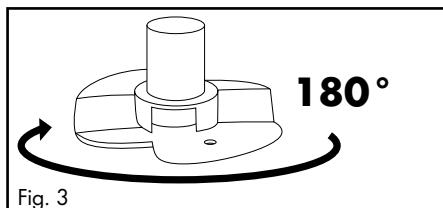
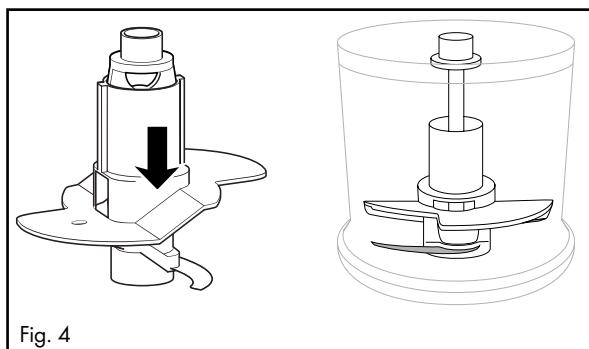

Fig. 3
Fig. 4
- Pentru 200 ml de frișcă rotiți discul de emulsificare **6** orizontal la 180° (fig. 3), astfel încât acesta să nu se mai sprijine decât pe un cuțit **7** și să se fixeze (fig. 4). Discul de emulsificare **6** se va ridica prin frișcă: